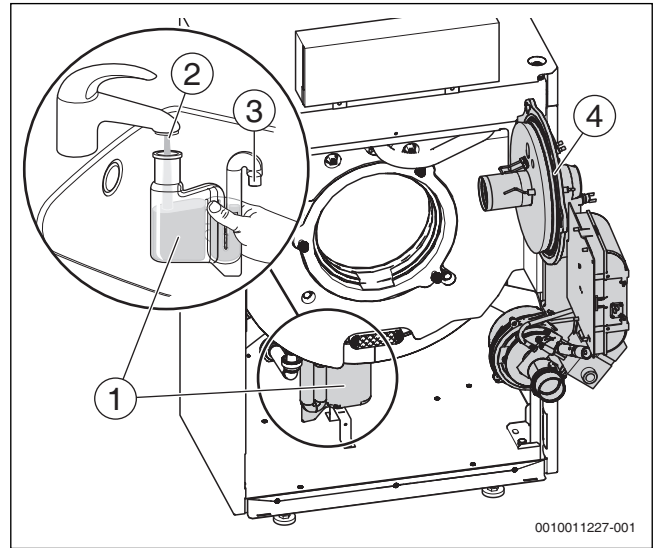

Bild 82 Siphon reinigen
- ▶ Vor Brennermontage den richtigen Sitz des O-Rings (→ Bild 82, Seite 50[4]) überprüfen und ggf. korrigieren.